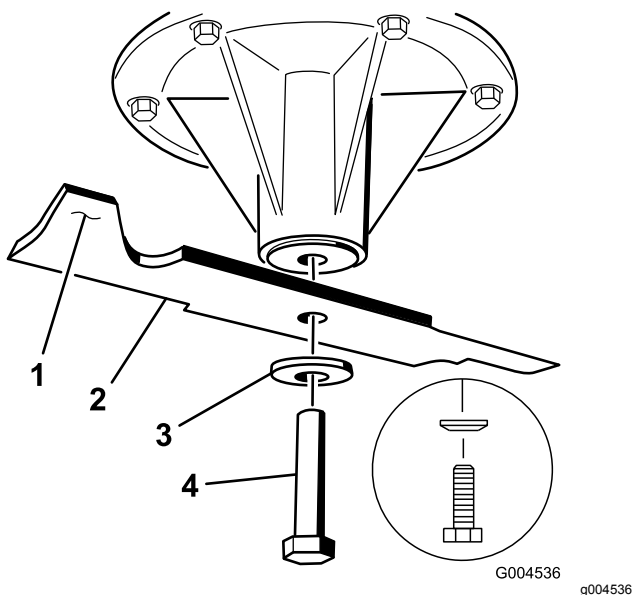

Figura 96
2. Retire del eje el perno de la cuchilla, la arandela curva y la cuchilla (Figura 96).
3. Si la cuchilla no está equilibrada, rebaje algo el metal en la parte de la vela solamente con una lima (Figura 96).